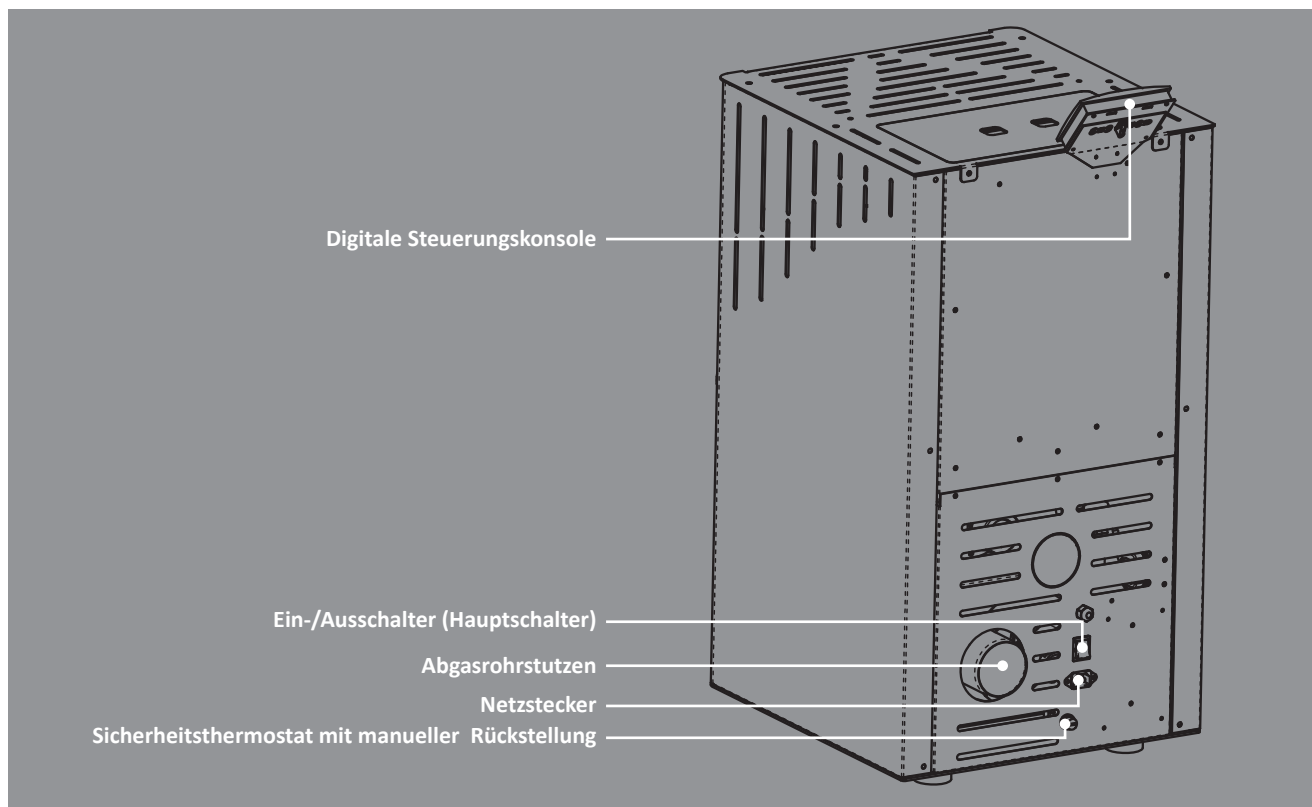
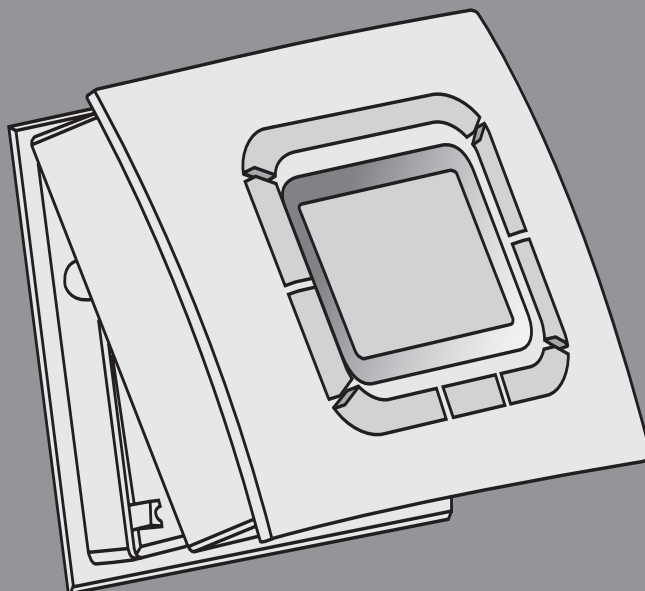

Abb. 1a: Geräteübersicht (Abbildung modellabhängig)
Abb. 2: Display-Montage
- ▶ Schalten Sie im Falle eines Schornsteinbrandes den Ofen sofort am Ein-/Aus-schalter (Hauptschalter, siehe Abb. 1a) ab und ziehen Sie den Netzstecker aus der Steckdose. Versuchen Sie auf keinen Fall den Brand selbst zu löschen. Schützen Sie niemals Wasser in einen brennenden Schornstein. Rufen Sie unverzüglich die Feuerwehr! Lassen Sie zur Identifizierung der Brandursache den Schornstein unbedingt von Ihrem Bezirksschornsteinfeger überprüfen, bevor Sie den Pellet-Heizofen wieder in Betrieb nehmen.
- ▶ Schalten Sie den Ofen sofort am Ein-/Ausschalter (Hauptschalter, siehe Abb. 1a) ab, wenn aus irgendeinem Teil des Ofens oder des Abgasrohrs Rauch entweicht. Sorgen Sie für eine gute Raumbelüftung, indem Sie sämtliche Fenster öffnen. Lassen Sie den Ofen vollständig abkühlen, bevor Sie die Ursache der Rauchentwicklung ermitteln. Ziehen Sie, wenn nötig einen Fachmann hinzu. Starten Sie das Gerät nicht, bevor die Ursache der Rauchentwicklung geklärt und behoben wurde.
Schalten Sie das Gerät am Ein-/Ausschalter (siehe Abb. 1a) ab. Lösen Sie das Frontteil. Drücken Sie hierfür fest auf die mit „PUSH“ gekennzeichnete Keiltaste an der Display-Unterseite. Entnehmen Sie das Frontteil, indem Sie es nach oben klappen (siehe Abb. 2).
1. Vergewissern Sie sich, dass der Ein-/Ausschalter (Hauptschalter, siehe Abb. 1a) auf der Position 0 steht.
2. Schließen Sie das beiliegende Netzkabel zunächst am Gerät an. Die Anschlussbuchse für das Netzkabel befindet sich unterhalb des Hauptschalters auf der Geräterückseite (siehe Abb. 1a). Stecken Sie dann das Netzkabel in eine geerdete, durch einen FI-Schutzschalter abgesicherte Steckdose (230 V~50 Hz).
3. Bringen Sie nun den Ein-/Ausschalter (Hauptschalter, siehe Abb. 1a) auf Position I. Das Gerät ist nun betriebsbereit und das Display zeigt die folgenden Informationen: